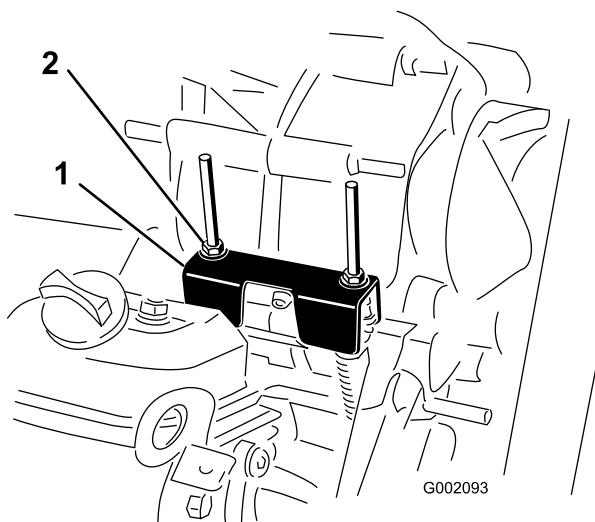

Figura 58
en PUNTO MUERTO (Figura 58). El selector de marchas de la máquina dispone de una posición de PUNTO MUERTO, que controla el punto muerto del transeje. Tome las siguientes medidas para asegurarse de que la palanca de cambios acciona correctamente el punto muerto del transeje:
2. Asegúrese de que la pletina de punto muerto está en posición de PUNTO MUERTO (nivelada respecto al soporte de montaje del cable situado debajo del soporte del cambio de marchas) girando el embrague arrastrado (Figura 58).
3. Gire 1 de las contratuercas (Figura 58) para obtener un espacio de 0.762 mm – 1.524 mm (0.030" – 0.060") entre la parte inferior de la tuerca/arandela y la pletina de punto muerto.